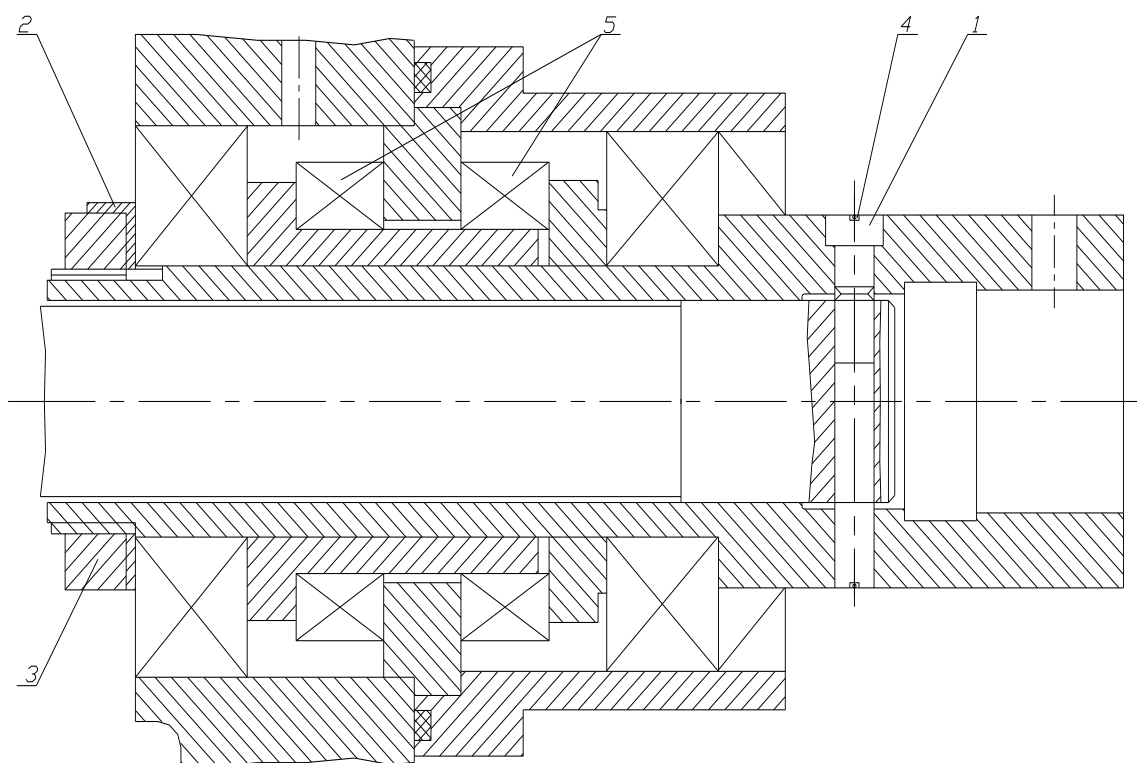

Fig.15.3
15.3. Einstellen des Achsialspiels der Leitspindel (Fig.15.3)
15.4. Wechsel des Scherstiftes an der Leitspindel. (Fig.15.3)